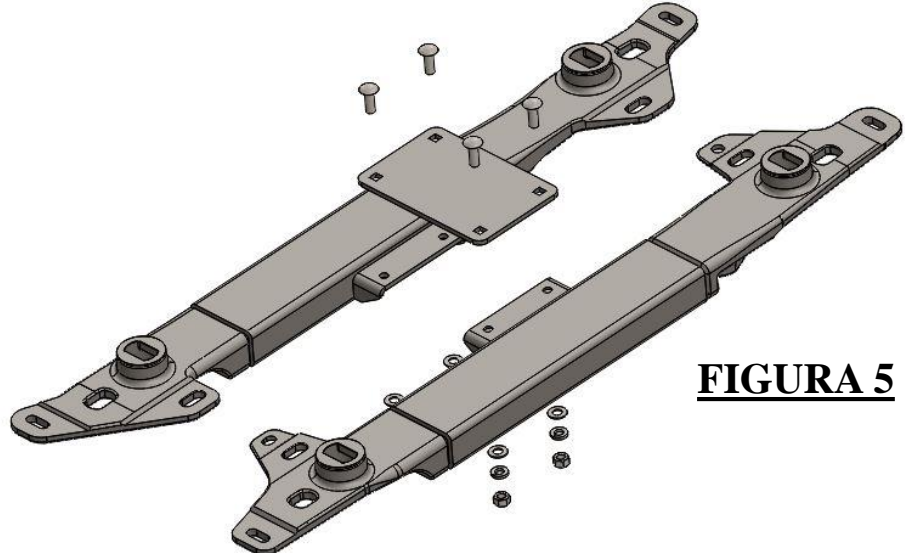

FIGURA 5
Conjunto de largueros Figura 5
1. Obtener los artículos número 1,2,5,6,7, 8 y 9 y ensamblar como se muestra a continuación en la Figura 5.